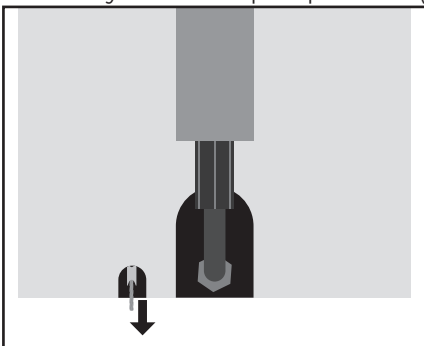

Fig. 8
1. T-rip losmaken en staalkabel langs synchronisatie staalkabel naar kolom met hydraulische pomp voeren (Fig. 8).